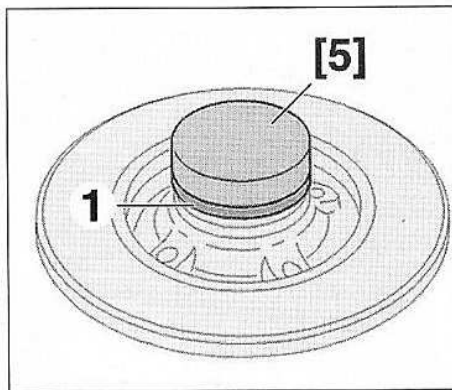

FIG.43
- Reposer un circlip (2) neuf.
- Reposer, à l'aide d'une massette et de l'outil [5] la cible du capteur de roue (1) jusqu'en butée (Fig.43).